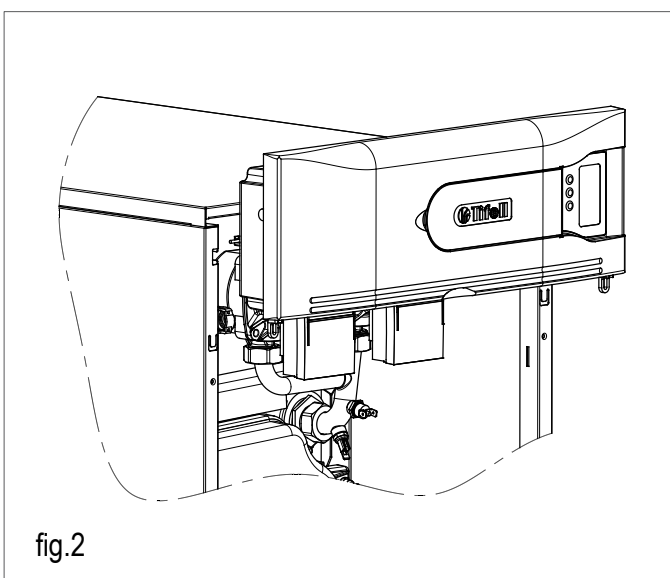

fig.2
- La tapa superior se desmonta soltando los dos tornillos roscachapa que sujetan la tapa por la parte posterior de caldera (fig. 2; A). Una vez sueltos los tornillos se debe desplazar la tapa hacia atrás (fig. 2; B) para poder levantarla (fig. 2; C).
- Para desmontar el frontal superior se deben soltar los 2 tornillos roscachapa de la parte superior del mismo (fig. 2; D).
- Una vez sueltos los tornillos se debe desplazar el conjunto del portamandos y la caja eléctrica hacia arriba hasta hacer tope y a continuación desplazar el conjunto hacia afuera de la caldera para liberarlo (fig. 2).
- abrir la llave de vaciado del acumulador de ACS (fig. 2);
- Si el quemador no est  en funcionamiento, pulsar el bot n central del termostato de seguridad (fig. 1) y presionar el bot n de desbloqueo del quemador (fig. 2) si est  encendido.